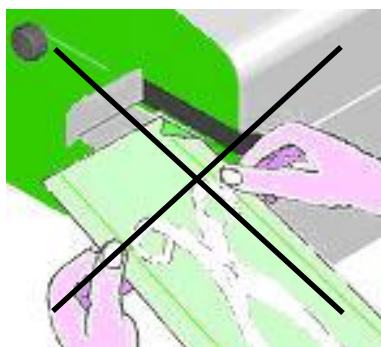

fig.2.4
- per evitare saldature imperfette, inceppamento o cattivo funzionamento, l'operatore deve sempre inserire la busta ben distesa, evitando la piega dell'angolo di entrata, come indicato nella fig. 2.4